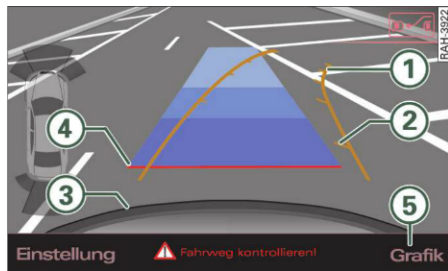

Fig. 162 Afișaj MMI: Fixarea spațiului de parcare
- Pentru a activa afișajele optice, apăsați tasta de comandă **Grafik** ⇒ *pagina 148*, fig. 162 .
- Rotiți volanul până când liniile de orientare portocalii ① se află în spațiul de parcare ⇒ fig. 162. Cu ajutorul marcajelor ② puteți estima distanța până la un obstacol. Fiecare marcaj corespunde 1 m. Suprafața albastră reprezintă o prelungire a conturului autovehiculului cu circa 5 m în spate.
- Deplasați-vă cu spatele și adaptați rotirea volanului cu ajutorul liniilor portocalii, în funcție de locul de parcare ⇒ ①. ③ marchează bara de protecție din spate. Apoi, când linia roșie ④ atinge un obiect, nu trebuie să continuați deplasarea ⇒ ②!